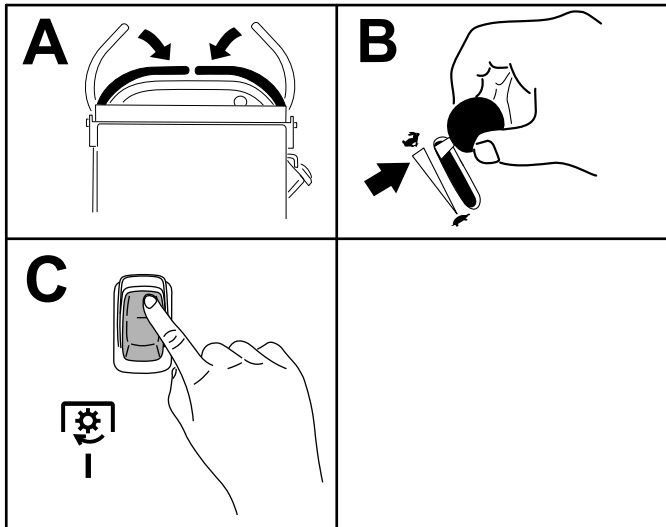

Bild 9
**Hinweis:** Wenn Sie die Mähmesser durch dem Loslassen der Fahrtriebshebel auskuppeln, können Sie die Messer durch Betätigen des Schalters (Bild 9) in die EIN-Stellung wieder einkuppeln, ohne vorher den Schalter in die AUS-Stellung zu bringen.